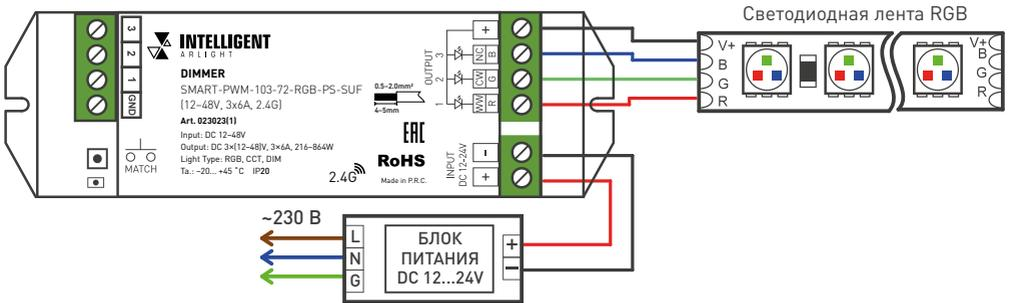

Рис. 1. Подключение светодиодной ленты RGB
3.3. Согласно используемой схеме (рис. 1–4), подключите светодиодную ленту или другой совместимый светодиодный источник света к выходу **OUTPUT** диммера. Соблюдайте полярность и порядок подключения проводов к клеммам.